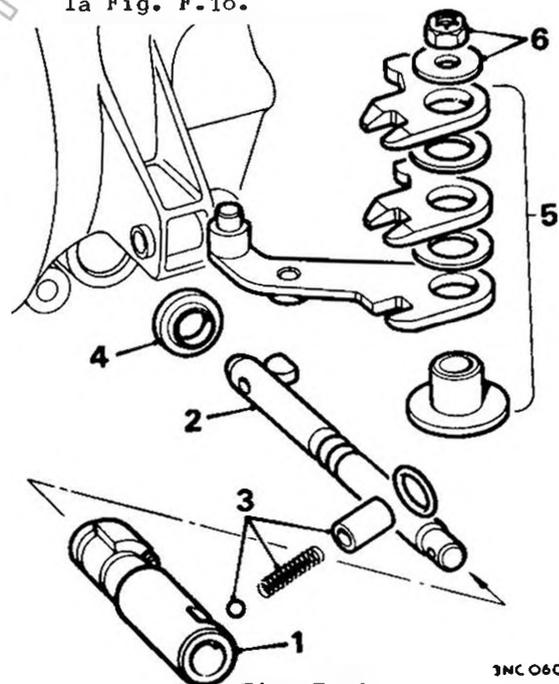

Fig. F.19
38. Rimuovere le leve, le rosette e la boccia del fulcro. Ved. la Fig. F.19. Prendere nota dei contrassegni di posizione riportati sulle leve a dito al fine di poterle rimontare nella loro posizione originaria.
39. Estrarre il manicotto e l'albero selezione marce dalla scatola. Ved. la Fig. F.19.
55. Rimontare la bussola e le leve a dito nel fulcro (nell'ordine corretto) e serrare a fondo il dado autobloccante. Fig. F.19.